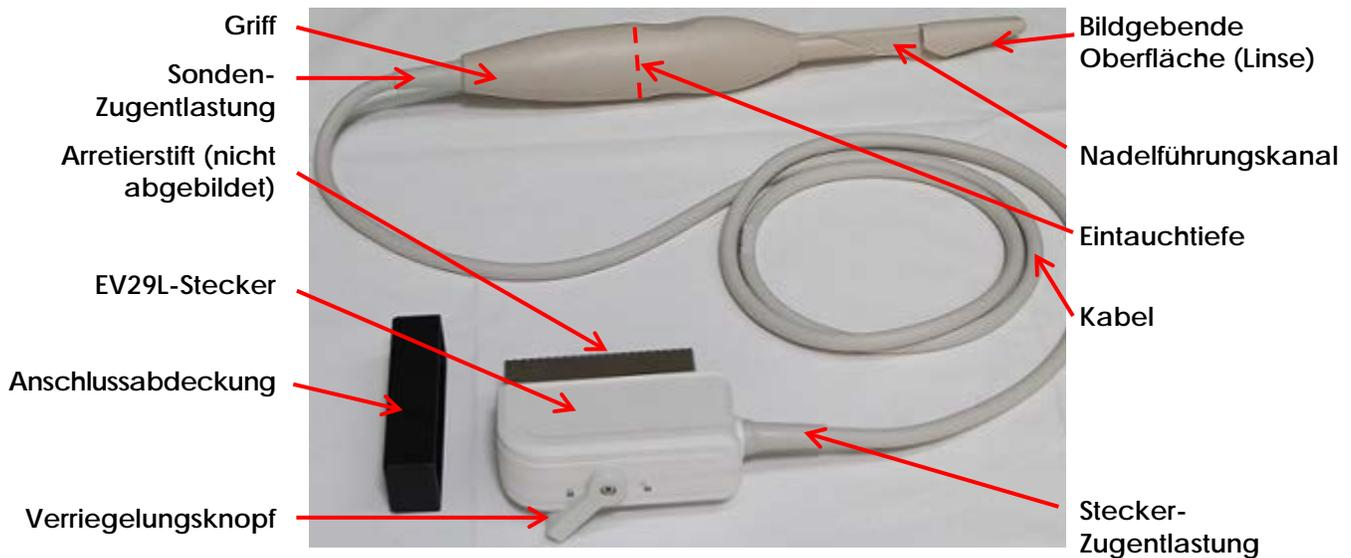

Abbildung 31: ExactVu EV29L-Sonde
In diesem Verfahren muss die Sonde in verschiedenen Spüllösungen gewaschen, eingeweicht und gespült werden. In allen Fällen muss die Sonde Lösungen ausgesetzt werden, die etwa bis zur halben Höhe des Griffs reichen (siehe *Eintauchtiefe* in Abbildung 31).
- Die EV29L-Sondenteile, die während einer TRUS-Untersuchung nicht mit der Hülle in Berührung kommen, mit anderen Worten, das Sondenteil, das sich über der *Eintauchtiefe* befindet (siehe Abbildung 31).
Bei diesem Verfahren bezieht sich *über* der Eintauchtiefe auf die Richtung weg von der bildgebenden Oberfläche (siehe Abbildung 31).
- Die EV29L-Sondenteile, die während einer TRUS-Untersuchung mit der Hülle in Berührung kommen, mit anderen Worten, das Sondenteil, das sich in oder unter der *Eintauchtiefe* befindet (siehe Abbildung 31). Für Teile, die sich über der *Eintauchtiefe* befinden (einschließlich Kabel), lesen Sie in Abschnitt 2.2 nach.
- Füllen Sie den *Behälter für das Reinigungsmittel* mit einer ausreichenden Menge der Reinigungslösung, sodass die EV29L-Sonde bis zur *Eintauchtiefe* (siehe Abbildung 31) eingetaucht werden kann.
- Tauchen Sie die EV29L-Sonde bis zur *Eintauchtiefe* (siehe Abbildung 31) in die Reinigungslösung ein.
- Füllen Sie den *Behälter für das Mittel mit einer hohen Desinfektionsstufe* mit einer ausreichenden Menge der Desinfektionslösung, sodass die EV29L-Sonde bis zur *Eintauchtiefe* (siehe Abbildung 31) eingetaucht werden kann.
- Tauchen Sie die EV29L-Sonde bis zur *Eintauchtiefe* (siehe Abbildung 31) in die Lösung der hohen Desinfektionsstufe ein.